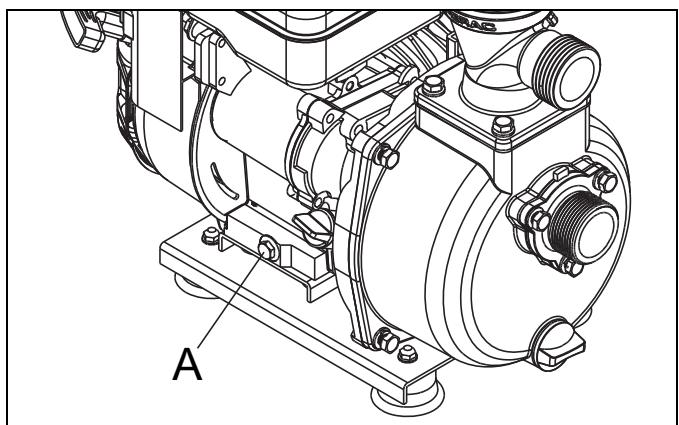
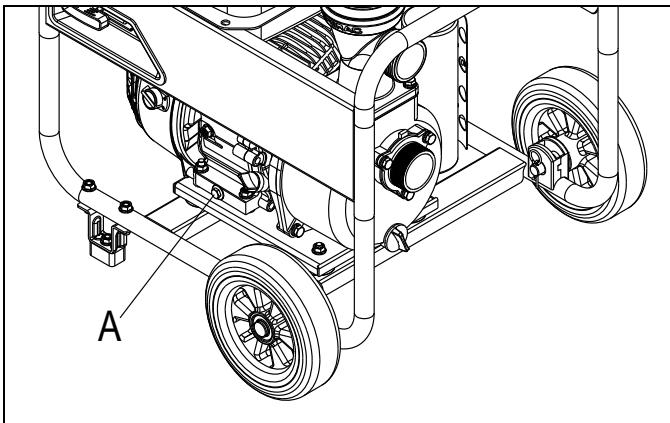

Figure 6-3. Bouchon de vidange d'huile du modèle CW15
Figure 6-4. Bouchon de vidange d'huile du modèle ST20
- Nettoyez la zone autour du bouchon de vidange d'huile (A) (Figure 6-3) et (Figure 6-4). Le bouchon de vidange d'huile se trouve à la base du moteur.